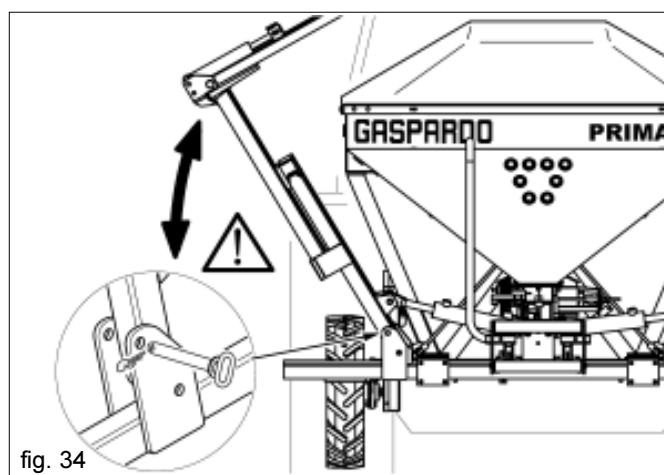

fig. 34
ACHTUNG: Die Sicherheitsstifte entfernen und die Sämaschine vollständig vom Boden heben, bevor die Seitenrahmen bewegt werden (Abb. 34).
- Die Stifte der zusammenklappbaren Rahmenarme schmieren (Abb. 34).